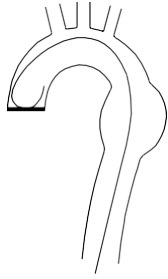

Fig. 5 Introducción de la guía súper rígida
- Introduzca una guía súper rígida 0,035"/260cm en la arteria femoral y aváncela hasta la arteria ascendente. (Fig. 5)